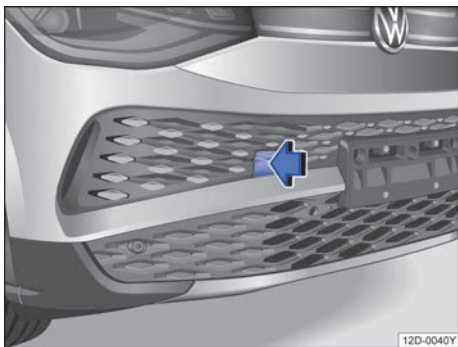

图 159 拆卸盖板
- 按压盖板的左侧区域 → 图 159 (箭头)，松开盖板的卡扣。